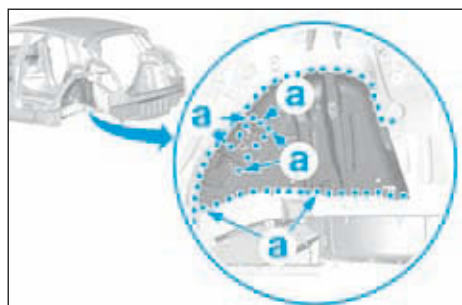

FIG.223
- Souder le passage de roue arrière assemblé par (Fig.223) :